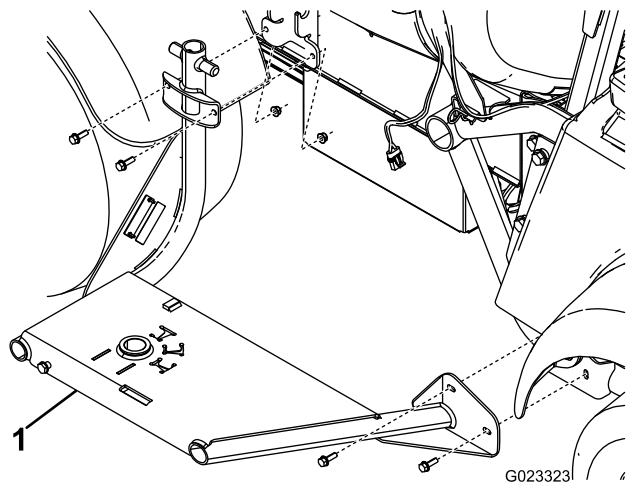

Figura 5
1. Montate il supporto per avvolgitubo sul lato della macchina utilizzando 4 bulloni (5/16 poll.) e 4 dadi flangiati (5/16 poll.) come mostrato in Figura 5.